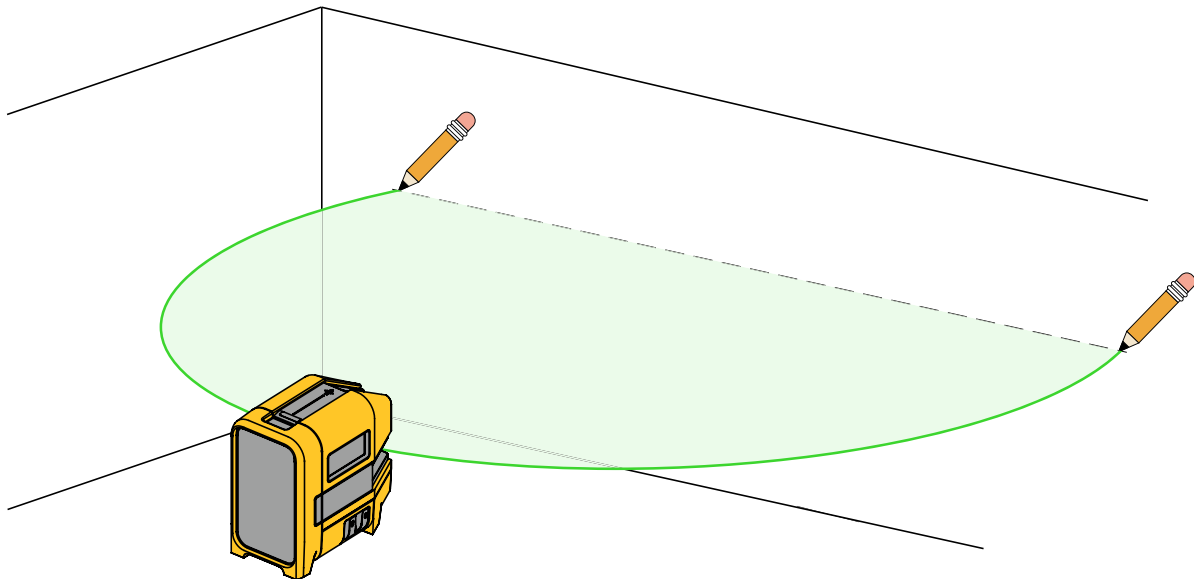

Abbildung 2. Neue horizontale oder diagonale Ausrichtung
2. Den horizontalen Laser einschalten und auf das Messobjekt richten. Siehe Abbildung 2.